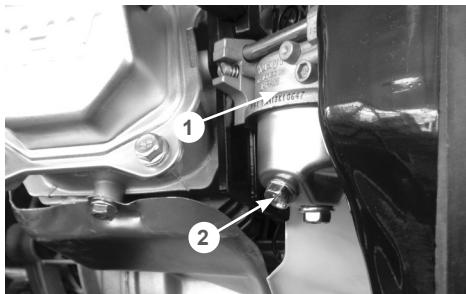

Рис. 20 Слив топлива из карбюратора
3. Открутите болт 2 на карбюраторе 1 (Рис. 20) и слейте топливо из поплавковой камеры в подготовленную для этого емкость.
4. Измерьте зазор А между электродами свечи зажигания специальным щупом В. Зазор А должен быть $0,7-0,8$ мм (Рис. 20). При увеличении или уменьшении требуемого зазора, рекомендуется заменить свечу, так как регулировка зазора может привести к изменению качества искрообразования.
- Слейте топливо из карбюратора (Рис. 20).